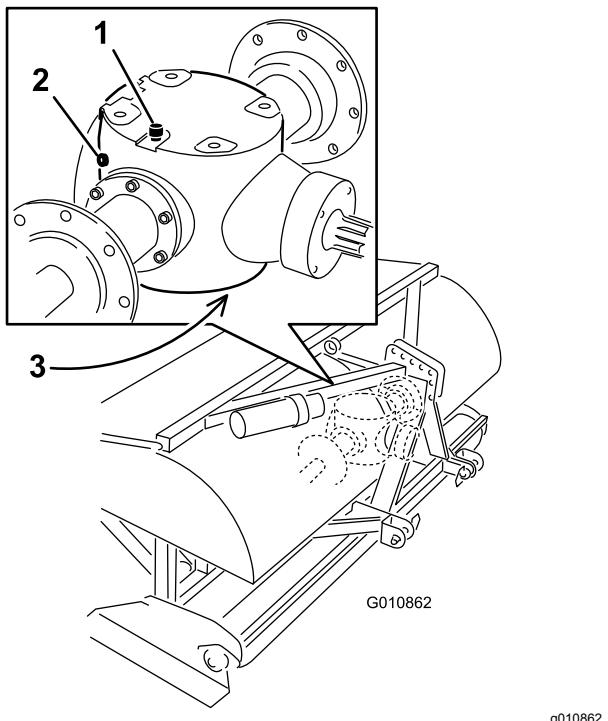

Figura 47
2. Remova o tampão de verificação da caixa de velocidades (Figura 47).
| 3. Certifique-se de que o nível se situa pela base do orifício do bujão na caixa de velocidades (Figura 47). | |
1. Elimine os detritos do tampão de ventilação/enchimento e verifique o tampão de escoamento para evitar contaminação (Figura 47).